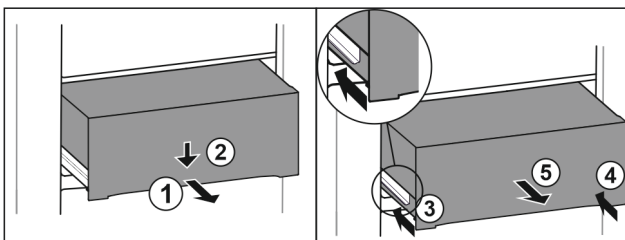

Fig. 168
- ▶ Schubfach halb herausziehen. Fig. 168 (1)
- ▶ Schubfach an der Vorderseite nach unten drücken. Fig. 168 (2)
- ▶ Linke Schiene etwa 2 cm einschieben. Fig. 168 (3)
- ▶ Rechte Schiene etwa 2 cm einschieben. Fig. 168 (4)
- ▶ Schubfach nach vorne entnehmen. Fig. 168 (5)